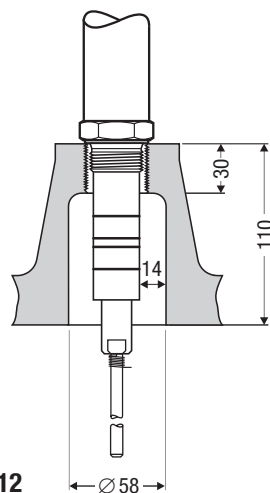

Fig. 12
- Bei Einbau der Niveauelektrode **NRG 111-51** in einen Flanschstutzen DN 50 nur den GESTRA Hutflansch verwenden! **Fig 12.**
- Bitte beachten Sie bei Einsatz der Niveauelektrode **NRG 111-51** die Grenzwerte für den pH-Wert (10) und für die elektrische Leitfähigkeit (100 µS/cm bei 25 °C).